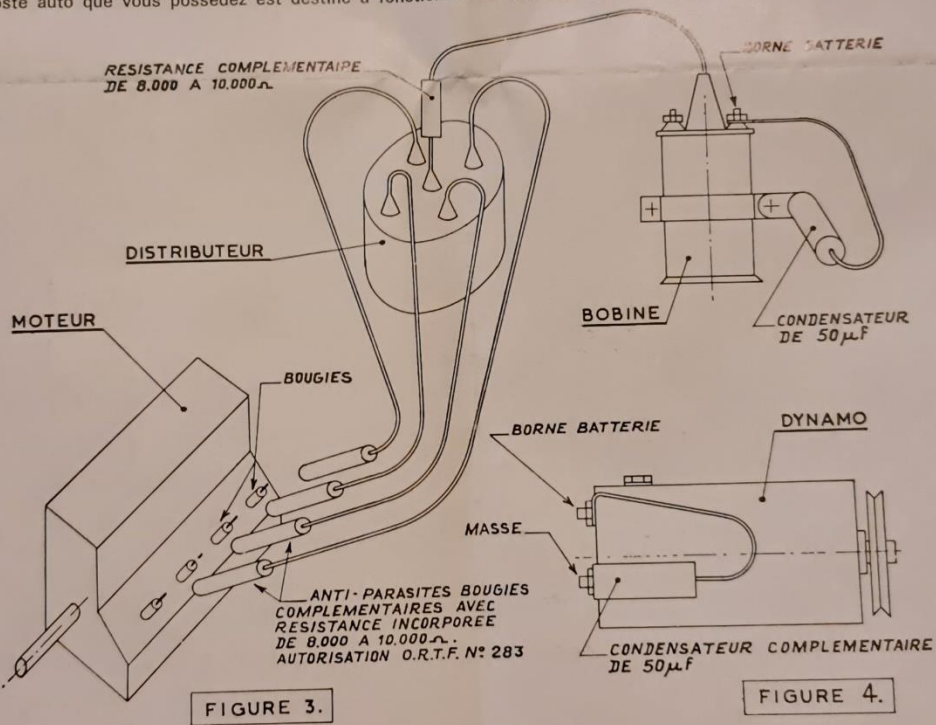

FIGURE 3.
a) En plus du faisceau d'allumage antiparasites existant sur les voitures récentes (agrées O.R.T.F.), prévoir obligatoirement un condensateur sur la bobine (voir fig. 3, plan n° 1616) et dans certains cas un condensateur sur la dynamo (voir fig. 4, plan n° 1616).